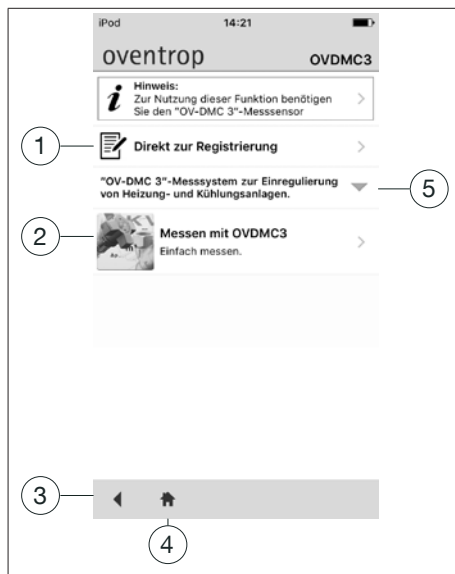

Fig. 2: «OV-DMC 3»
- Le menu «**OV-DMC 3**» s'ouvre. (voir Fig. 2 en page 18)